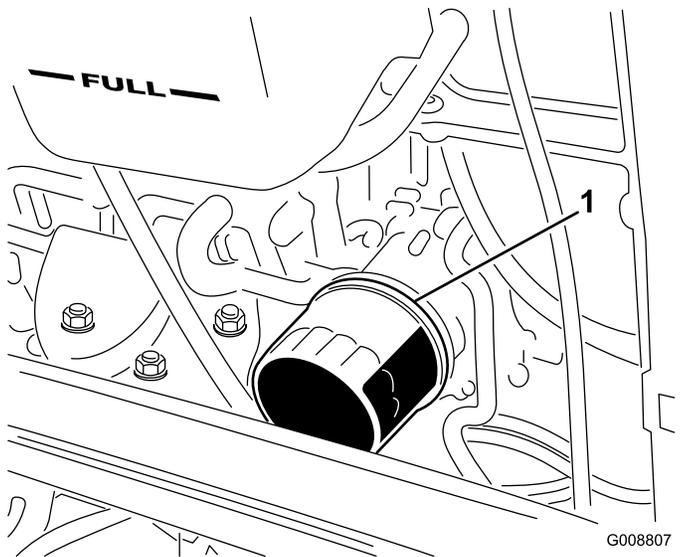

Figura 31
2. Retire el filtro de aceite (Figura 31). Aplique una capa ligera de aceite limpio al filtro nuevo antes de enroscarlo. No apriete demasiado.